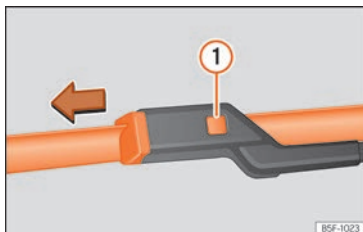

Fig. 40 Cambio de las escobillas del limpiaparabrisas.
- Mantenga presionada la tecla de desbloqueo » **fig. 40** ❶ tirando ligeramente de la escobilla en el sentido de la flecha.